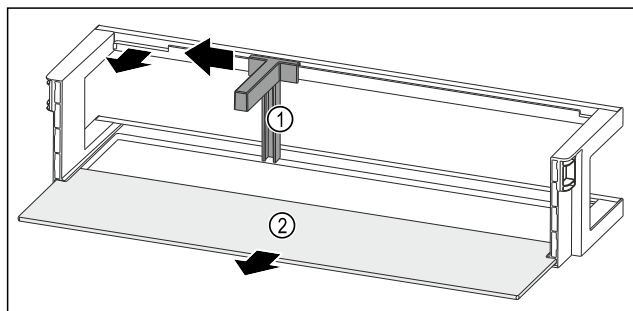

Fig. 224 Dveřní přihrádka s držákem lahví a odkládací plochou
- Držák lahví Fig. 224 (1) posuňte na stranu až k vybrání.
- Držák lahví Fig. 224 (1) odeberte.
- Odkládací plochu Fig. 224 (2) odeberte.